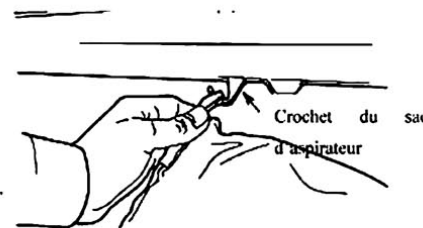

Fig 3
1. Accrocher le sac d'aspirateur sur le crochet du tuyau aspirateur/souffleur (Fig. 3).